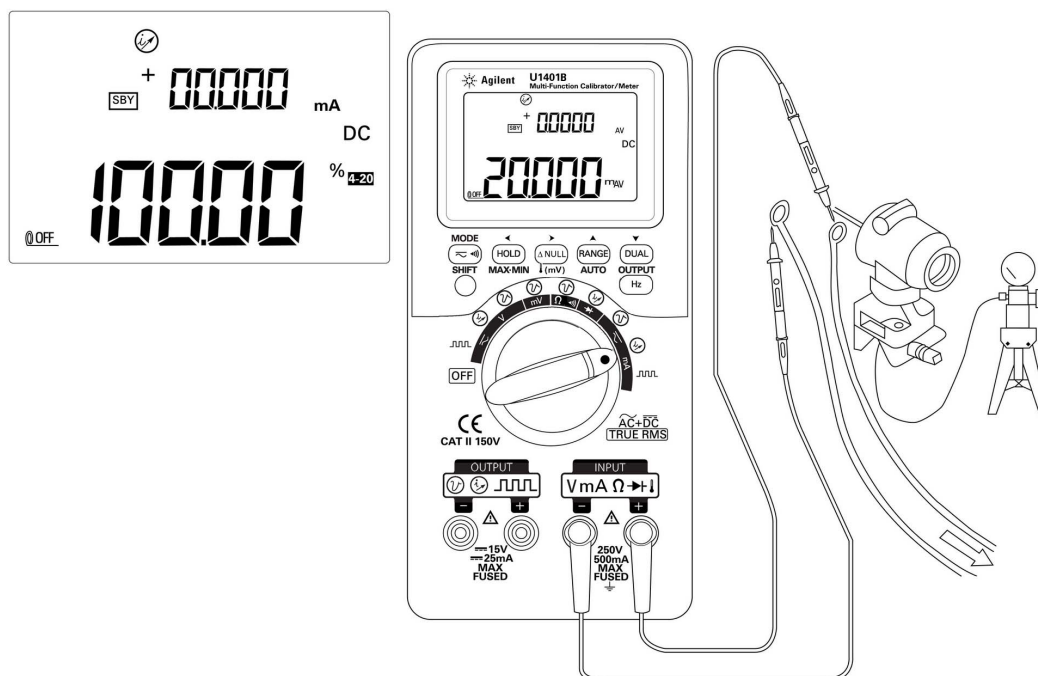

図 3-3 DC 電流 (mA) 測定
- 4 回路と直列にテスト・ポイントを接続し、表示を読み取ります (図 3-3 を参照)。
- 5 回路と直列にテスト・ポイントをプロービングし、表示を読み取ります。図 3-3 の挿入図のディスプレイには、4 mA ~ 20 mA の範囲の % スケールの読み値が 20 mA と示されています。